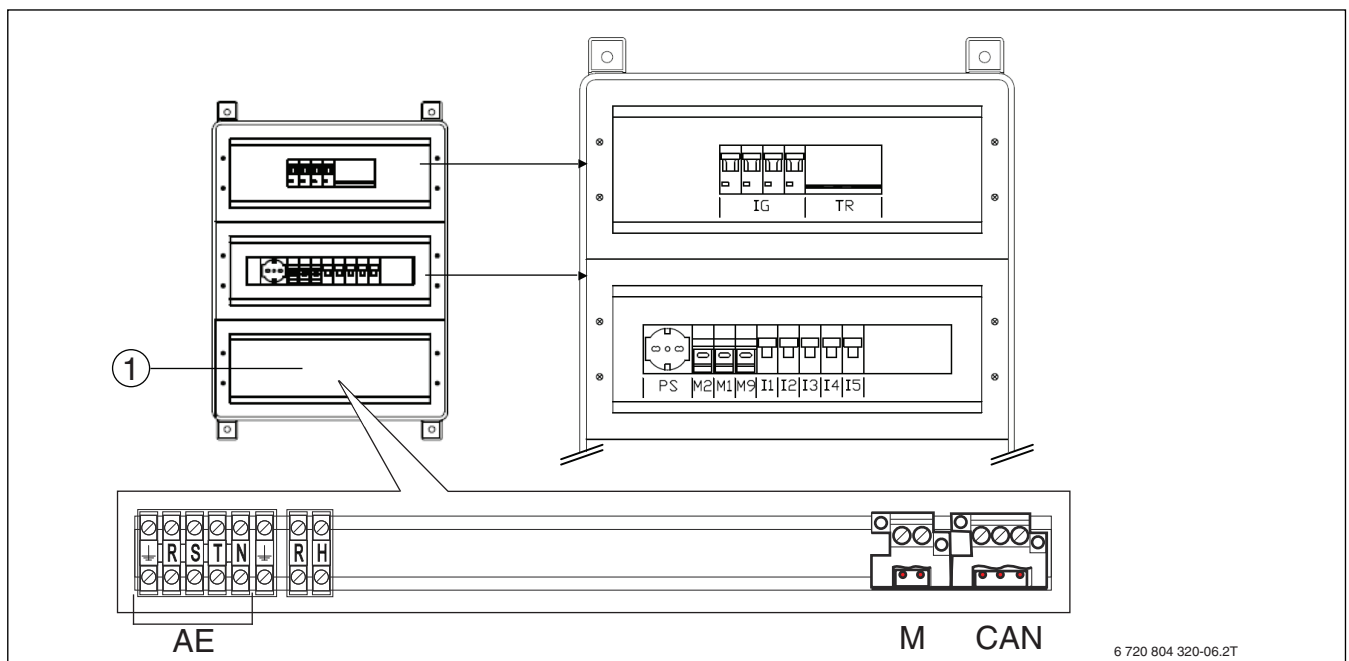

Bild 33 Anschlüsse im Schaltkasten der vormontierten Kaskade
- ▶ Blende im Schaltkasten (→ Bild 33, [1], Seite 31) entfernen.